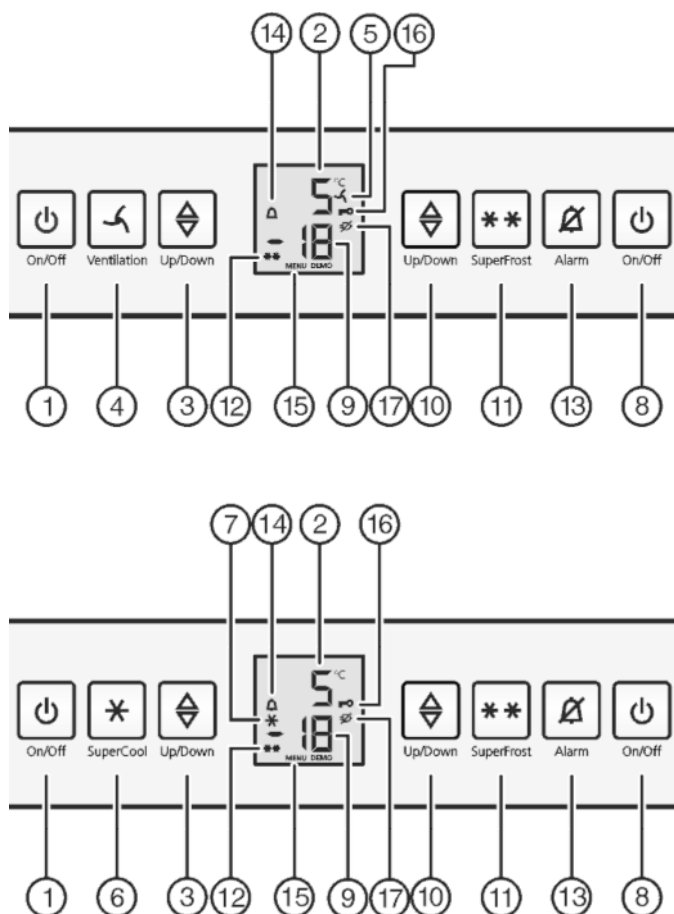

Fig. 2
- ▶ Нажмите кнопку On/Off морозильного отделения Fig. 2 (8).
- ▶ Нажмите кнопку On/Off холодильного отделения Fig. 2 (1).
- ▶ Активация режима настройки: Нажмите кнопку SuperFrost Fig. 2 (11) и удерживайте ее прим. 5 секунд.
- ▷ На индикаторе будет отображаться символ «Меню» *Fig. 2 (15)*.
- ▶ Для подтверждения нажать и отпустить кнопку «SuperFrost» *Fig. 2 (11)*.
- ▷ На индикаторе горит символ «Защита от детей» *Fig. 2 (16)*
- ▶ Нажмите и сразу отпустите кнопку On/Off морозильного отделения *Fig. 2 (8)*.
- ▶ Активация режима настройки: Нажмите кнопку SuperFrost *Fig. 2 (11)* и удерживайте ее прим. 5 секунд.
- ▷ Символ «Защита от детей» *Fig. 2 (16)* гаснет.
Одновременно мигает индикация температуры и символ тревоги *Fig. 2 (14)*.
Звуковой сигнал выключается автоматически, символ аварийного сигнала *Fig. 2 (14)* выключается и индикатор температуры перестает мигать, если температура снова становится достаточно низкой.
- ▶ Нажмите кнопку Alarm *Fig. 2 (13)*.